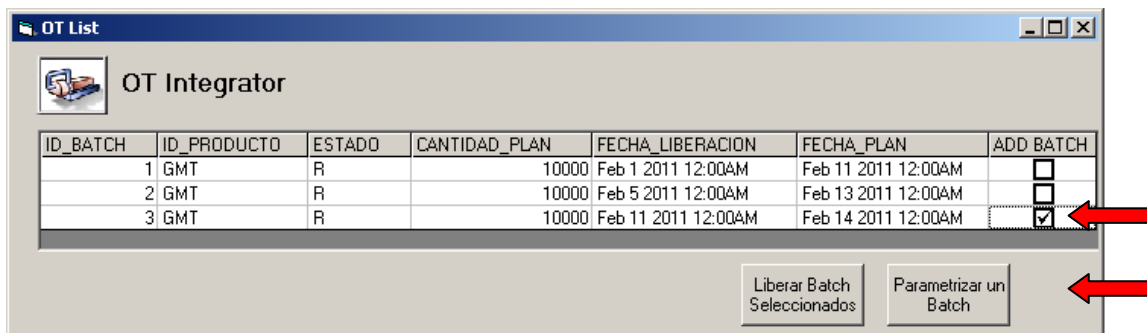

Figura 66. Selección de OT a ejecutar
- Seleccione la orden de trabajo que se desea ejecutar haciendo click en la última casilla (casilla identificada con check box) y de click en el botón "Parametrizar un Batch"; ver Figura 66.